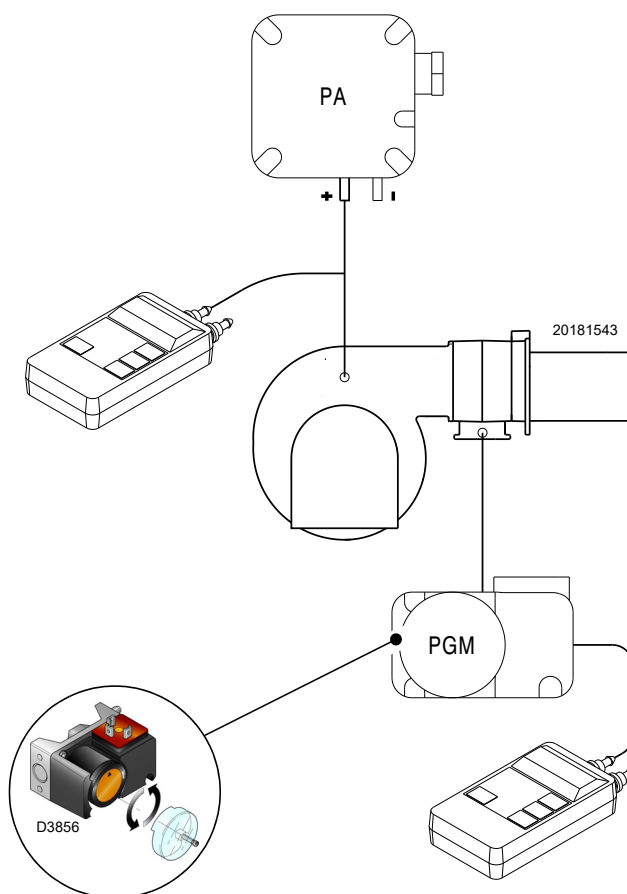

Fig. 31
- Régler le pressostat gaz seuil maximum (Fig. 31) en fin d'échelle.
Effectuer le réglage du pressostat gaz seuil maximum (Fig. 31) après avoir effectué tous les autres réglages du brûleur avec le pressostat gaz seuil maximum réglé en fin d'échelle.